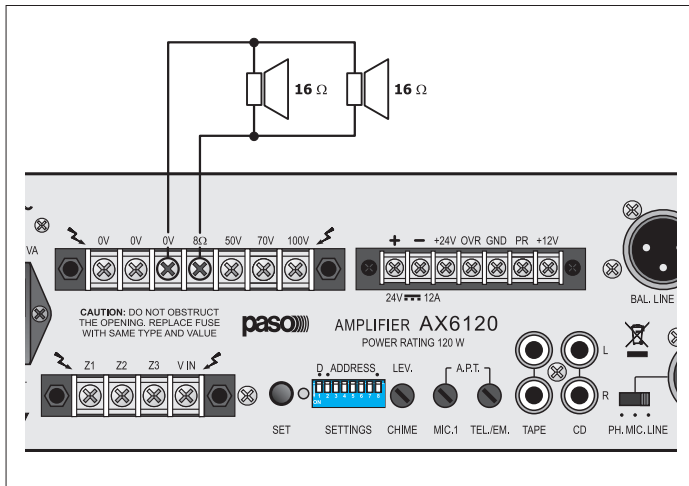
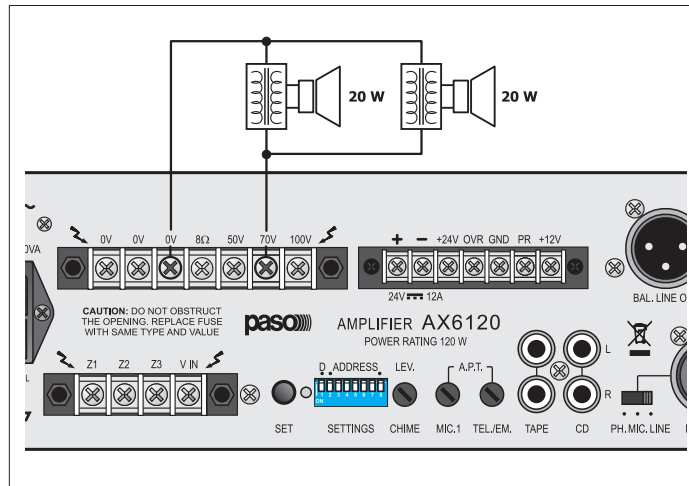

Fig. 4.12.1
Fig. 4.12.2
Le uscite di potenza per i diffusori sono disponibili sulla morsetteria (33). È possibile realizzare un impianto di diffusione sonora utilizzando sia diffusori a bassa impedenza (fig. 4.12.1), sia diffusori dotati di trasformatore di linea (fig. 4.12.2). In entrambi i casi il carico complessivo non deve essere tale da sovraccaricare l'amplificatore: non applicare cioè diffusori o gruppi di diffusori con impedenza più bassa di quella nominale della presa alla quale sono collegati. Si raccomanda inoltre di porre particolare attenzione al calcolo delle impedenze nel caso si debbano realizzare impianti di diffusione misti (a bassa impedenza e a tensione costante). In tabella 4.12.3 sono riportati i valori nominali di tensione ed impedenza per le diverse uscite.
The power outputs for the loudspeakers are available on the terminal strip (33). It is possible to set up a sound-broadcasting system using either low-impedance loudspeakers (fig. 4.12.1) or loudspeakers equipped with a line transformer (fig. 4.12.2). In both cases the overall load must not be such as to overload the amplifier. This means that you must not apply loudspeakers or groups of loudspeakers with an impedance lower than the rated impedance of the socket to which they are connected. It is also necessary to pay particular attention to calculating the impedance values if mixed broadcasting systems (low impedance and constant voltage) are to be set up. Table 4.12.3 shows voltage and impedance rated values for the various outputs.